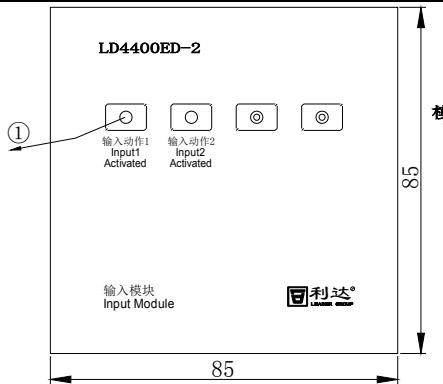

图 3-1 正视图
- 1) 外形尺寸见图 3-1、3-2 所示：L 85 mm×W 37mm×H 85mm(含底座)。